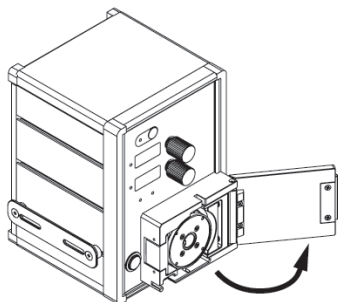

図3 イリゲータドアを閉じる
- ** 4) イリゲータドアを閉じる。イリゲータドアがきちんと閉じられ、ドア通知ランプが消灯していることを確認する。(図3)